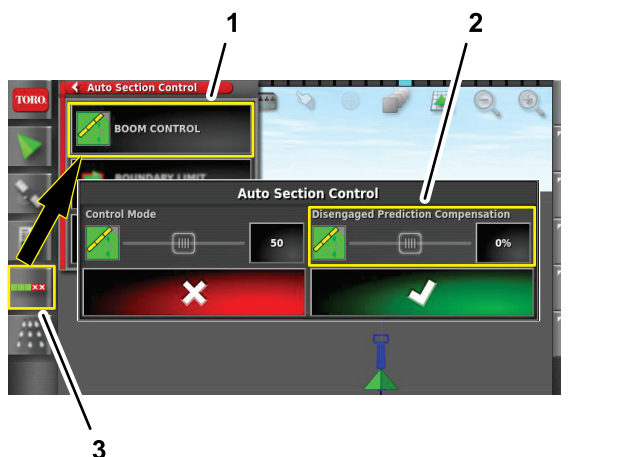

Figura 109
1. Premete l'icona CONTROLLO AUTOMATICO DELLE SEZIONI (Figura 109).
2. Premete l'icona CONTROLLO DELLE BARRE (Figura 109).